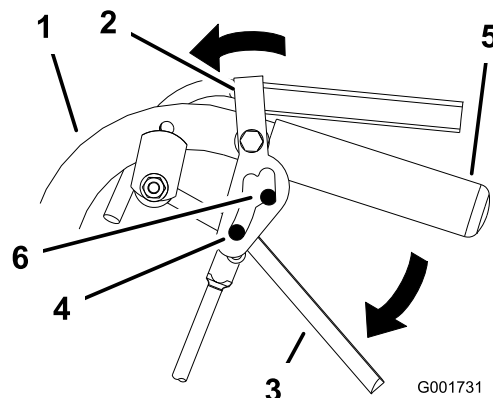

Figura 11
2. Posizionate i pollici sulla parte superiore dei blocchi e spostateli in avanti fino a quando i perni non si trovano nella scanalatura anteriore (Figura 11).